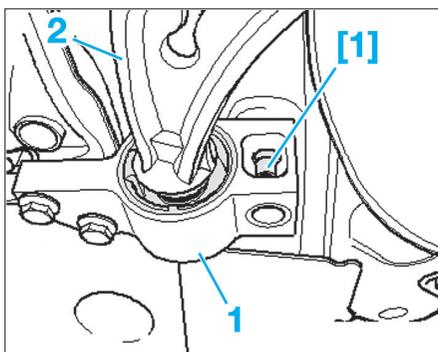

Fig. 16
- [1]. Outil de centrage du berceau (réf. T10096) (Fig.16).
- Remplacer la vis de fixation du palier (1) de triangle de suspension (2) sur la caisse par l'outil [1] des deux côtés (Fig.16).
- [1]. Outil de centrage du berceau (Ref. T10096) (Fig.16).
- Remplacer la vis de fixation du palier du triangle sur le berceau, par l'outil [1] et le serrer à 2 daN.m (Fig.16).